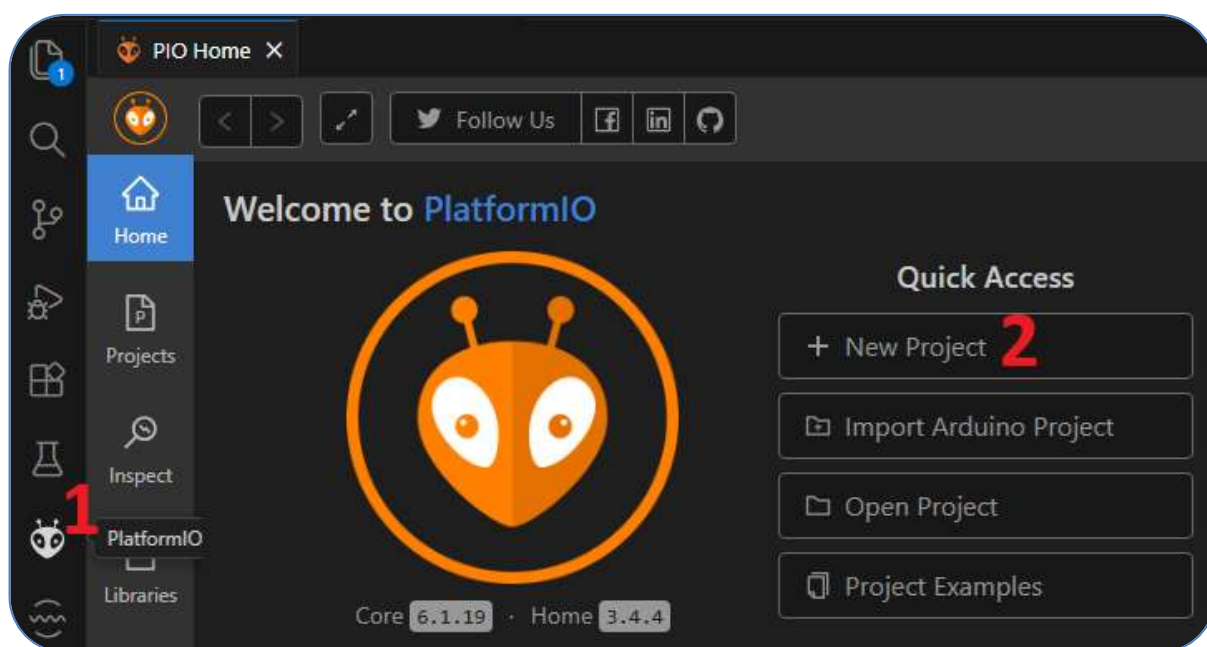

Рис. 1.11. Домашня сторінка PlatformIO (PIO Home)
- е. Для створення нового проекту, після встановлення розширень, на бічній панелі з'явиться іконка мурахи (PlatformIO), натисніть на неї та оберіть «**New Project**» (рис. 1.11).